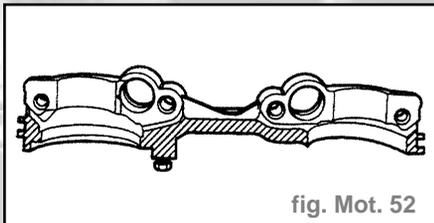

fig. Mot. 52
- Enduire légèrement la zone hachurée du chapeau de palier double de produit d'étanchéité "**D 454 300 02**", reposer le chapeau et le serrer à **1 daN.m** (faire attention aux douilles d'ajustage) (fig. mot. 52).